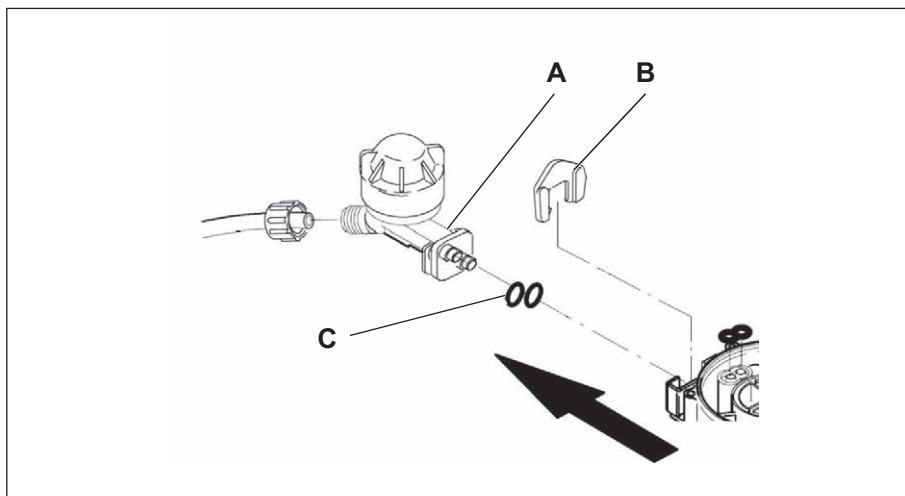

Abb. 17: Injektorbaugruppe abziehen
1. Injektorsplint (B) nach oben abziehen.
2. Injektorbaugruppe (A) in Pfeilrichtung (Abb. 17) von der Ventilbaugruppe abziehen.
3. Dichtungsringe der Injektorbaugruppe (C) prüfen und ggf. austauschen.